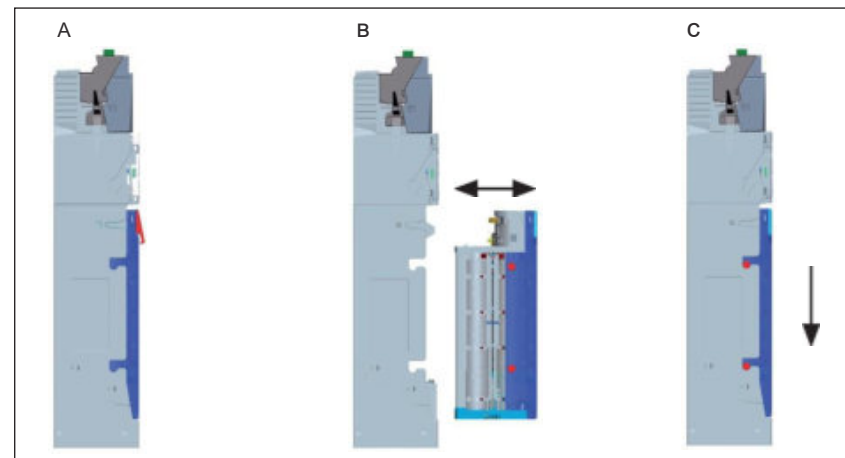

Рис. 2: Извлечение и повторная установка кассеты для монет
1.Извлеките кассету, потянув за защелку кассеты с последующим движением вверх и наружу. Кассета выдвигается прямо (рис. 2, А/В).
3. Вставьте кассету обратно прямо внутрь и вниз, пока она не встанет на место со щелчком (рис. 2, В/С). Currentza s2 готова к работе. Однако рекомендуется выполнить тестовую проверку.